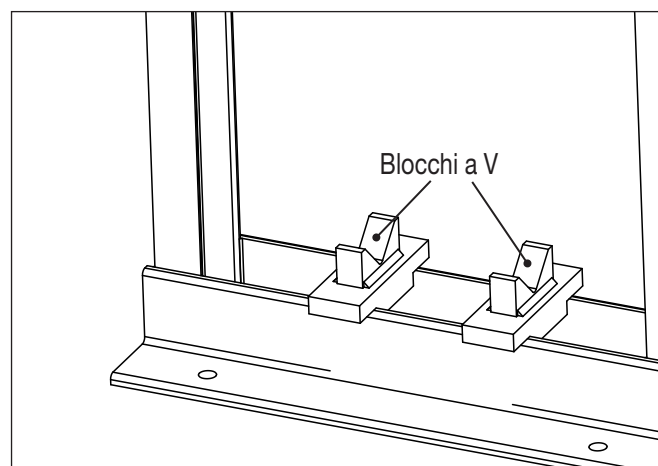

Figura 10: Blocchi a V Enerpac (accessorio opzionale)
I blocchi a V Enerpac (modello VB-10) sono disponibili come accessorio opzionale. Possono essere utilizzati per facilitare il posizionamento di tubi e barre. Vedere Figura 10.
■ Accessorio opzionale (vedere Figura 10). In ogni kit sono inclusi due blocchi a V. Ordinare secondo necessità.